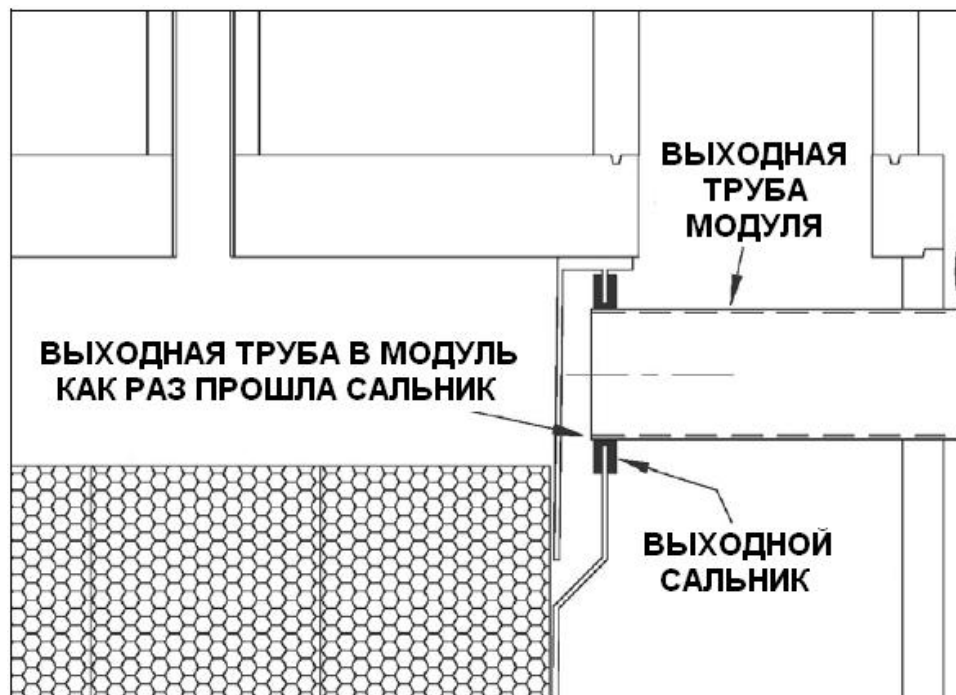

Рисунок 9.
7. МОНТАЖ ТРУБОПРОВОДА ВЫХОДНОГО ПОТОКА: Снимите фаску и смажьте мылом конец трубы (ПВХ класса 40) для выходного трубопровода. Вставьте трубу через стенку tanks через сальник в выходном отверстии модуля. Просуньте трубу приблизительно на 2,5 см. НЕ ПРОТАЛКИВАЙТЕ ТРУБУ ЧЕРЕЗ ДЕФЛЕКТОРНУЮ ПЕРЕГОРОДКУ. (НЕ ИСПОЛЬЗУЙТЕ ИЗЛИШНЮЮ СИЛУ ПРИ ПРОТАЛКИВАНИИ ВЫХОДНОЙ ТРУБЫ С МОДУЛЬ BIOSTORM™!). Это обеспечит водонепроницаемое уплотнение вокруг выходной трубы модуля сепарации BioSTORM™. Необходимо обеспечить водонепроницаемое уплотнение вокруг выходной трубы в месте ее выхода из tanks (См. Рисунок 9).